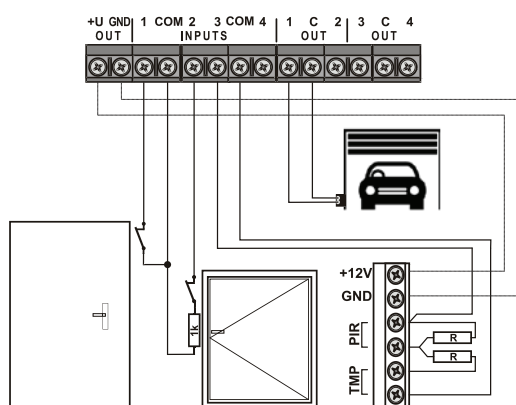

Abbildung 1: Verdrahtungsbeispiel
**EINGÄNGE (EINGÄNGE 1-4):** Die Eingänge dienen als Drahtverbindungen für verdrahtete Bereiche, d. h. nicht ausgeglichener, einfach ausgeglichener, doppelt ausgeglichener oder *Rolladen*-Betrieb (gemäß Abbildung 1). Die Anschlussmethode kann für jeden Eingang eine andere sein (jeder Eingang hat individuelle Einstellungen und Werte für Ausgleichwiderstände). Wir empfehlen ausdrücklich die Verwendung von Ausgleichwiderständen mit einer Mindesttoleranz von 10 %. Die COM- und GND-Klemmen werden zusammen angeschlossen.